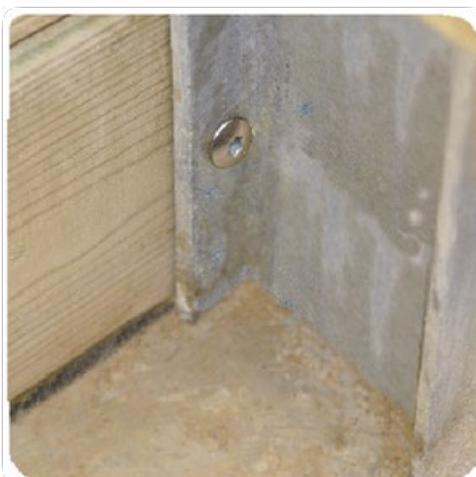

Figure 11 – Verrouillage des madriers sur les jambes de force
- sur les 4 jambes de force (celles-ci sont pré percées, comme montré à la *Figure 11*) à l'aide de 36 vis penture torx 6 × 30 en inox A2 torx (sachet D).